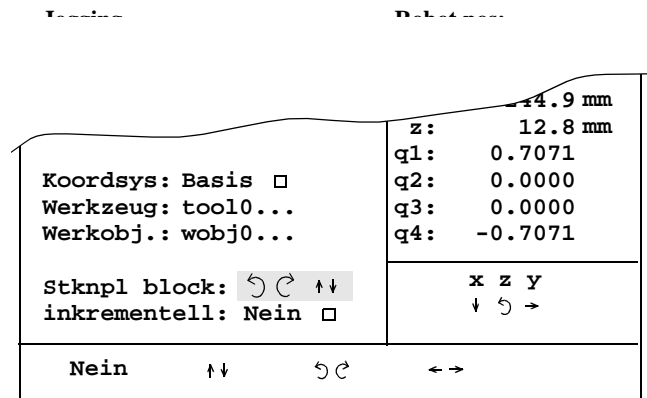

Bild 5 Ein Steuerknüppel mit verriegelter „auf-ab“ und „dreh“ Auslenkung
- Das Feld **Stknpl block** anwählen (siehe Bild 5).